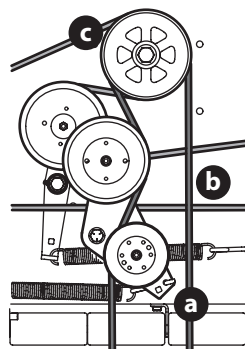

Fig. 57
3. Con una llave de 1/2" en el soporte de polea loca (a), gire la llave hacia la derecha de la cortadora y deslice la correa de la PTO (b) para sacarla de la polea de la PTO (c) (Fig. 57).